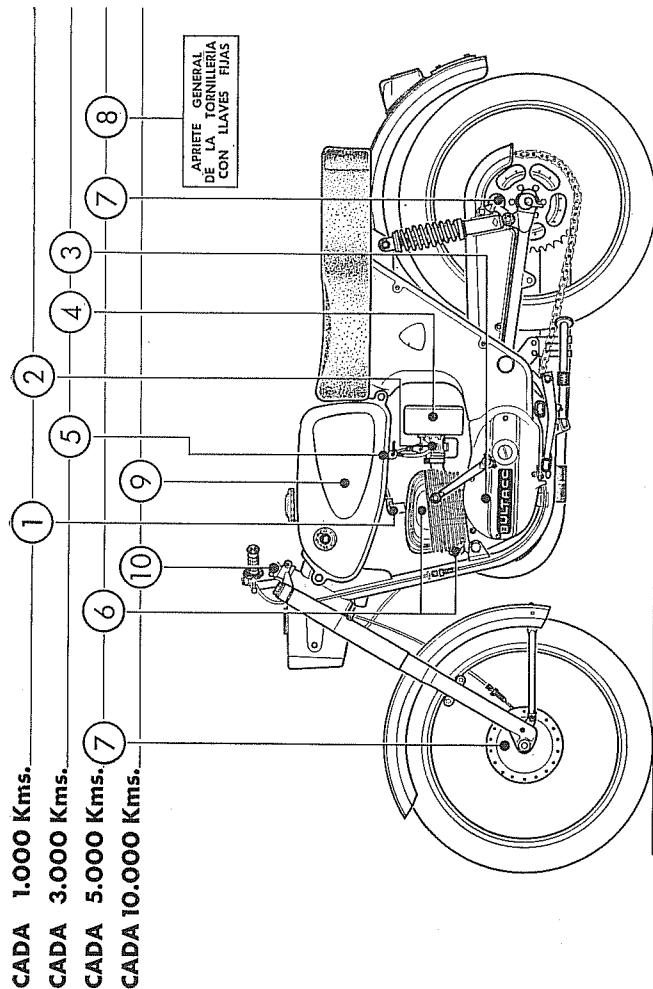

Fig. 10. — Esquema general mantenimiento.
9.1. OPERACIONES MAS IMPORTANTES (Ver fig. 10.)